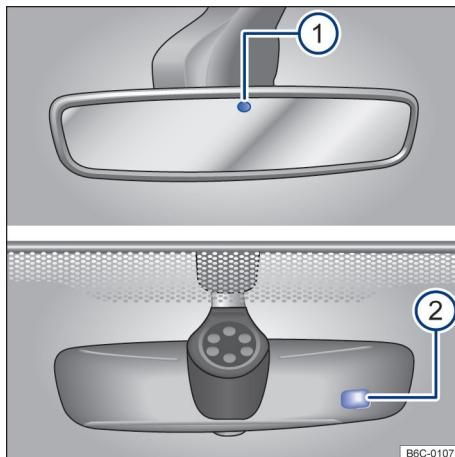

Fig. 79 No para-brisa: espelho retrovisor interno com antiofuscante automático.
Com a ignição ligada, os sensores medem a incidência da luz por trás → Fig. 79 ① e pela frente ②.